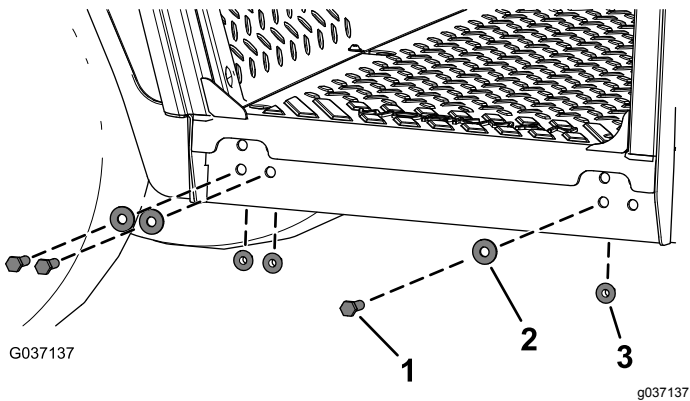

Figura 12
5. Prenda as laterais da estrutura da cabina utilizando os seis parafusos de cabeça sextavada ($\frac{3}{8}$ pol. x $1\frac{1}{4}$ pol.), seis anilhas ($\frac{3}{8}$ ") e seis porcas flangeadas ($\frac{3}{8}$ ") como se mostra na Figura 12.